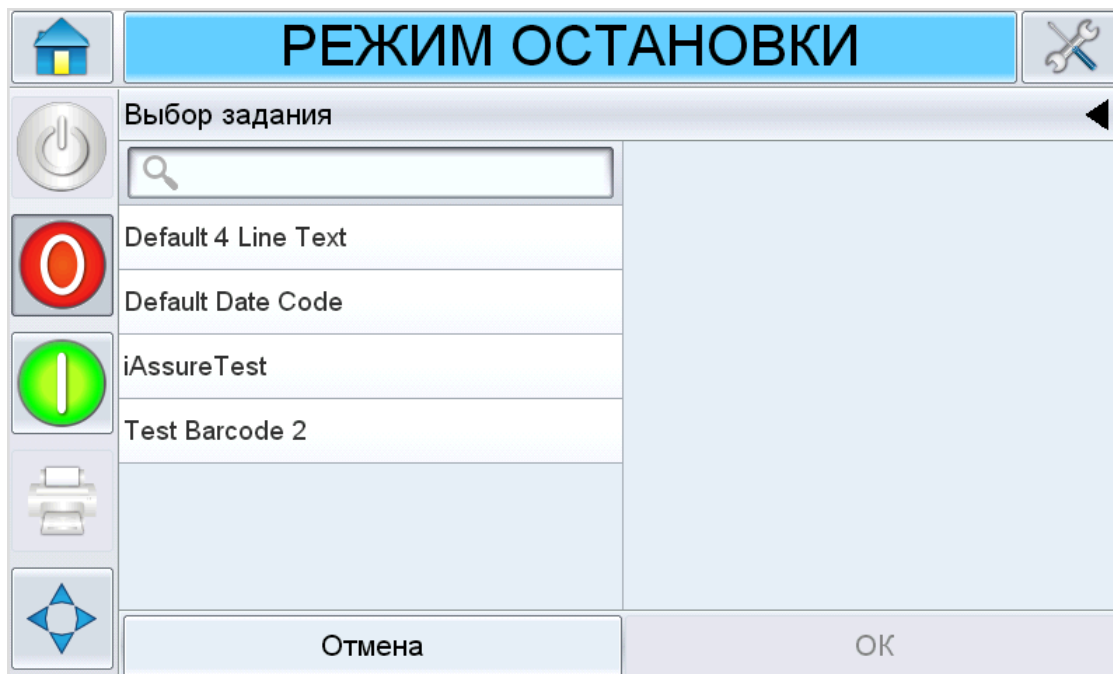

Рисунок 6-3: Список заданий
1. Нажмите **ЗАДАНИЕ** на главном экране. Отобразится список доступных заданий (Рисунок 6-3).